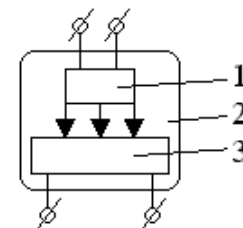

Рисунок 2.18 - Оптрон с закрытым оптическим каналом:
1. Оптроны с закрытым оптическим каналом (рисунок 2.18).